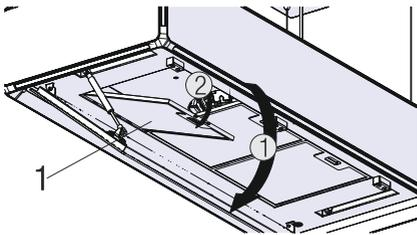

Fig. 33: Togliere i filtri dell'olio in metallo
1. ➤ Aprire l'aspiratore laterale (Fig. 33/1).
3. ➤ Aprire il blocco del filtro dell'olio in metallo (Fig. 33/2) e verificare che non cada.
4. ➤ Inclinare il filtro antigrasso metallico in avanti e sollevarlo fino a farlo uscire (Fig. 33/3).